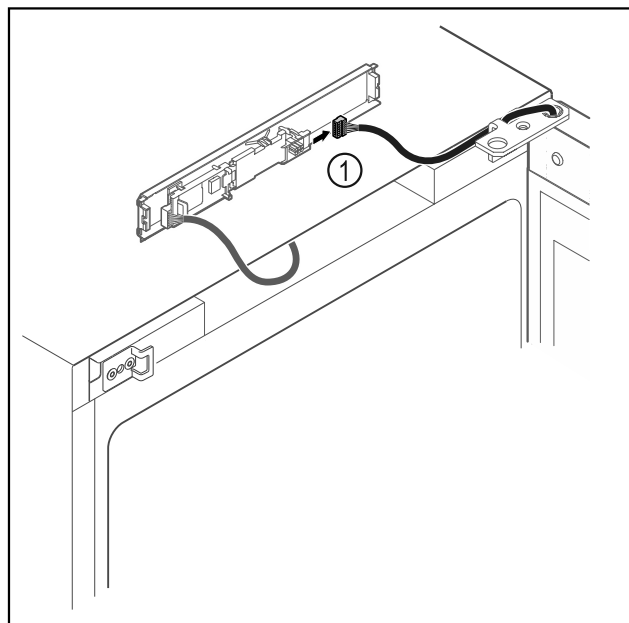

Fig. 16
- Lossa kontakten Fig. 16 (1) från kretskortet.